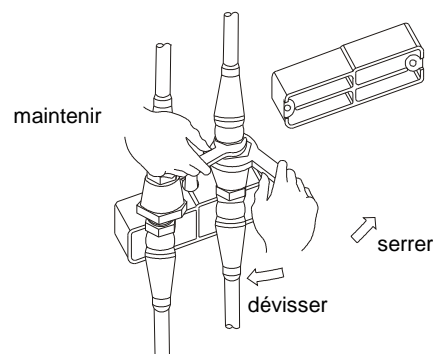

Fig. 15
11. Dévissez l'écrou d'accouplement droite au moyen de la clé à fourche simple SW 24 jointe. Maintenez la pièce d'accouplement supérieure au moyen de la seconde clé à fourche simple SW 21 (Fig. 15).